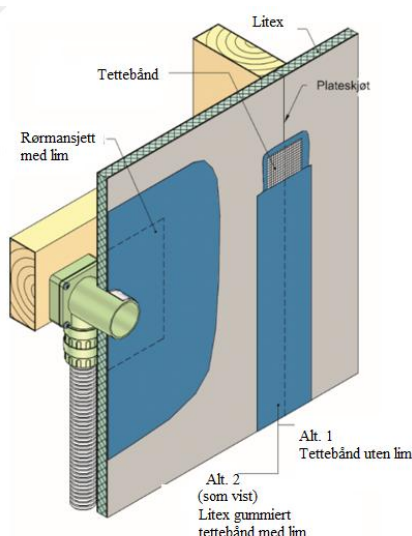

Fig. 2
- Alternativ 1, Litex membranplatetape eller membranduktape benyttes over veggskjøter, vegg hjørner og skruefester uten bruk av lim, se fig. 2.
- Alternativ 2, alle plateskjøter og skruefester dekkes med Litex gummiert skjøtebånd, i kombinasjon med et lim oppgitt i tabell 4. Limet skal dekke tettebåndet i en bredde som er bredere enn båndets bredde, se fig. 2.
Litex Rørmansjetter limes fast til underlaget og dekkes deretter med et lim oppgitt i tabell 4, i en bredde som er bredere enn selve mansjetten, se fig. 2.